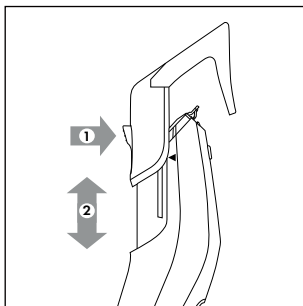
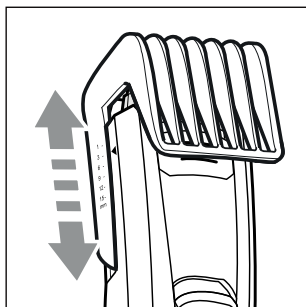

Fig. 3
Fig. 4
- ◆ Pressione o botão na parte traseira do pente encaixável 10/11, e desloque o pente encaixável 10/11 para cima ou para baixo (ver fig. 3). Desta forma poderá ajustar o comprimento de corte desejado (ver também o capítulo **Cortar cabelo**).
- 3) Regule o comprimento de corte, consoante o comprimento de cabelo desejado, no pente encaixável ⑩/⑪. Para tal, pressione o botão na parte traseira do pente encaixável ⑩/⑪, e desloque o pente encaixável ⑩/⑪ para cima ou para baixo (ver fig. 3). Os comprimentos de corte podem ser consultados na parte lateral, nas marcações do pente encaixável ⑩/⑪ (ver fig. 4). Comece com um comprimento de corte mais comprido e utilize depois ao longo do processo de corte comprimentos de corte mais curtos.
- ◆ Regule o comprimento de corte, consoante o comprimento de cabelo desejado, no pente encaixável **10/11**. Para tal, pressione o botão na parte traseira do pente encaixável **10/11**, e desloque o pente encaixável **10/11** para cima ou para baixo (ver fig. 3). Os comprimentos de corte podem ser consultados na parte lateral, nas marcações do pente encaixável **10/11** (ver fig. 4). Apare a sua barba então progressivamente.